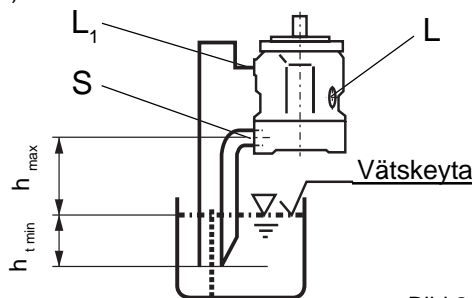

Bild 2
b) När den minimala vätskeytan ligger under pumpens flänsyta: Anslut rör till anslutning "L", "L₁" och eventuellt "S" enligt bild 2. Villkor se punkt 1.2.1. "L" stängd.
Fyll pumphuset med pumpen i horisontellt läge före monteringen. Montering över tank enl bild 2.